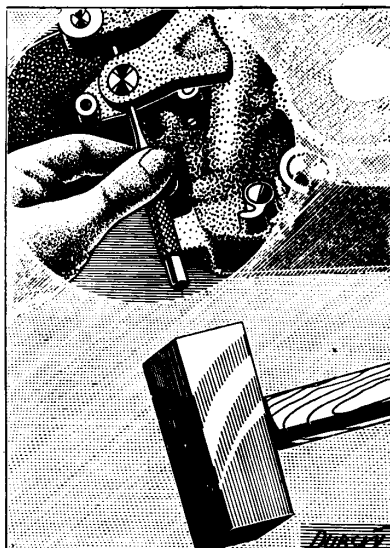

Bild 41-8. Utnackning av sprinten för urkopplingskammen.
9. Ta bort växlingsaxeln med spärrhake efter att ha knackat ut stiftet till urkopplingskammen (verktyget S-15). När man sätter tillbaka dessa delar, skall axialspelet för växlingsaxeln begränsas med distansbrickan för urkopplingskammen (spel 0,2 - 0,3 mm) (bild 41-8).